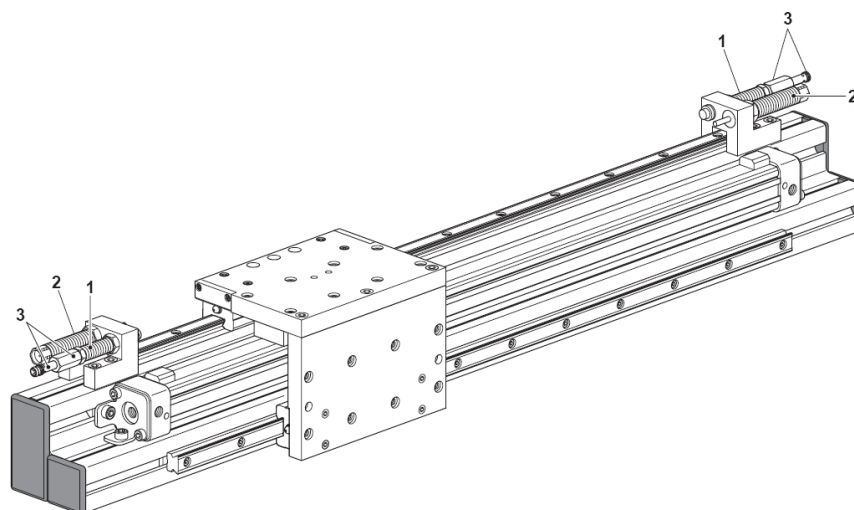

Fig. 20 Réglage des vis de butée PMP version 01
3. Régler la longueur de course au moyen des vis de butée (Fig. 20, 1) (⇒ chap. 6.6).
4. Régler l'amortisseur (Fig. 20, 2) (⇒ chap. 6.7).
5. Monter les initiateurs (Fig. 20, 3) (⇒ chap. 6.8).